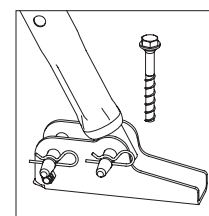

Fig. A5.02b
4. Fissare il puntello di stabilizzazione alla piastra base con perno e inserto a molla. (Fig. A5.02b)